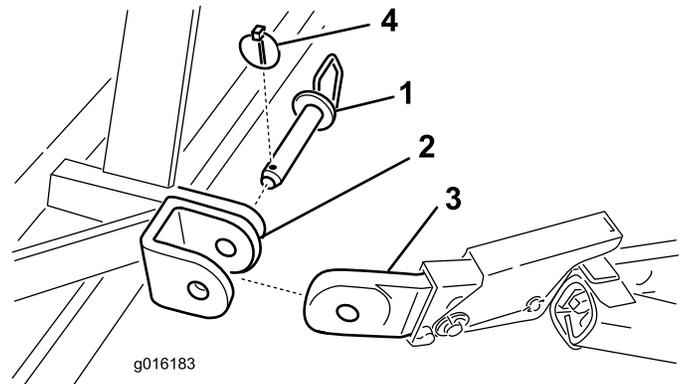

Figure 4
5. Fixez les bras de liaison inférieurs aux supports de montage de l'aérateur avec les goupilles d'attelage et goupilles à anneau (Figure 4).